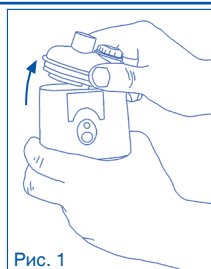

Рис. 1
1. Уберите верхнюю часть (A3) с корпуса прибора (рис. 1)
- Отсоедините от аппарата (А) блок питания, вынув из него токопроводящий кабель (G)
- Удалите все верхние компоненты (А3) с корпуса прибора (рис. 1), а также подсоединённые комплектующие.